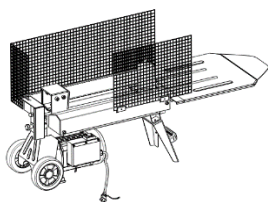

Fig. 5
1.4 Collega la griglia di protezione posteriore alla griglia di protezione destra usando le fibbie metalliche. Vedi Fig. 5.